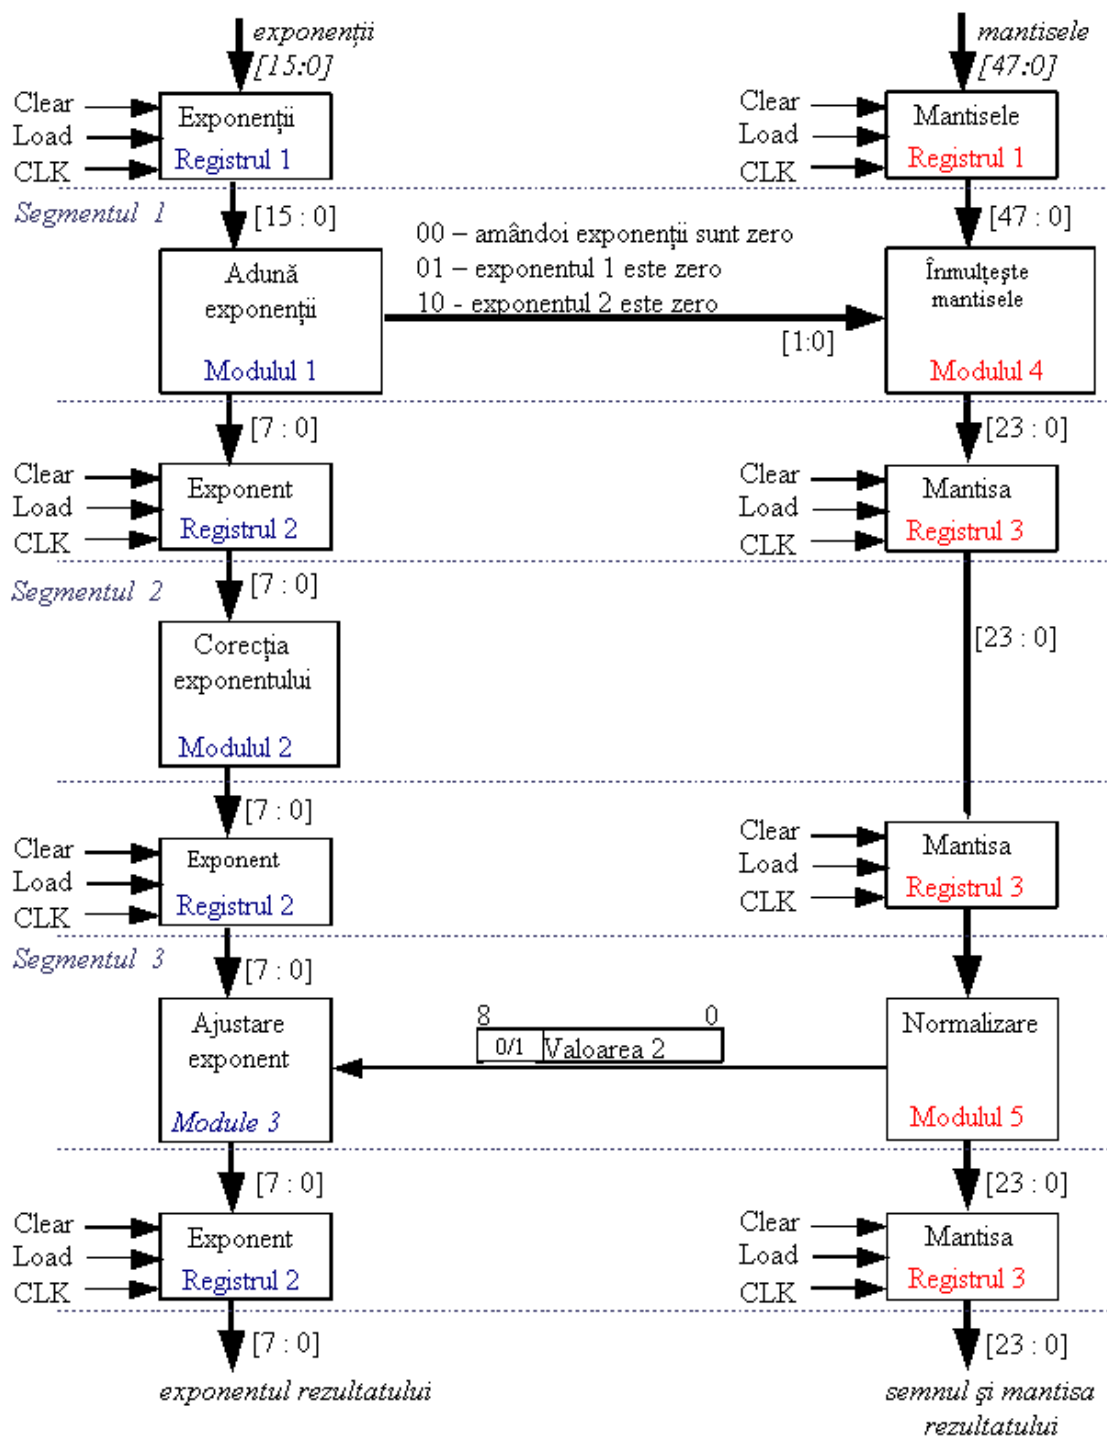

Figura 5: Algoritm de înmulțire a două numere în virgulă mobilă.
Implementarea în bandă de asamblare al acestui algoritm poate fi observată în figura 5.
2. Să se proiecteze și simuleze utilizând Xilinx WebPACK 10.1 și limbajul Verilog un circuit care să realizeze operația de înmulțire în virgulă mobilă precizie simplă prezentate în figura 5;